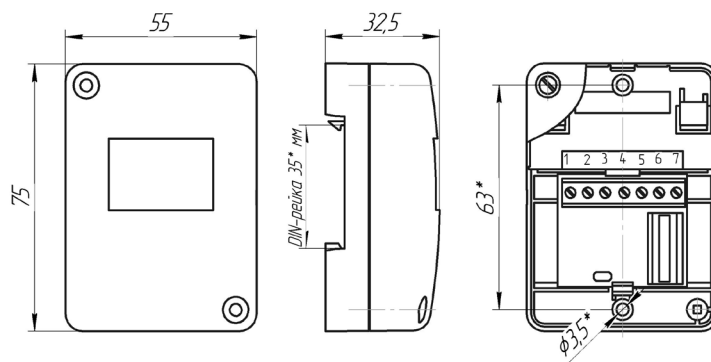
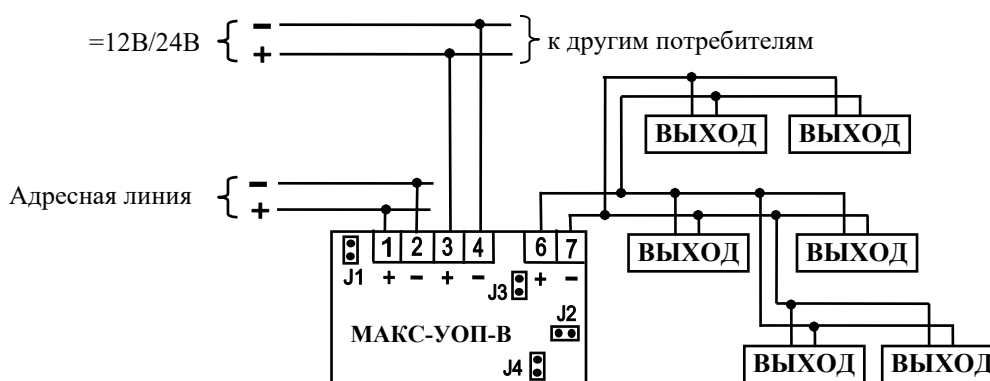

Рис.1. Габаритные и установочные размеры модуля.
Рис.2. Схема подключения табло к модулю МАКС-УОП-В. Допускается произвольная конфигурация цепи с подключенными табло «ВЫХОД» или «АВТОМАТИКА ОТКЛЮЧЕНА».
1.6. Установка режимов работы модуля производится с помощью 4-х джамперов (см рис.2):
2.1.2. Габаритные и установочные размеры модуля показаны на рис.1, принципиальная схема подключения - на рис.2.